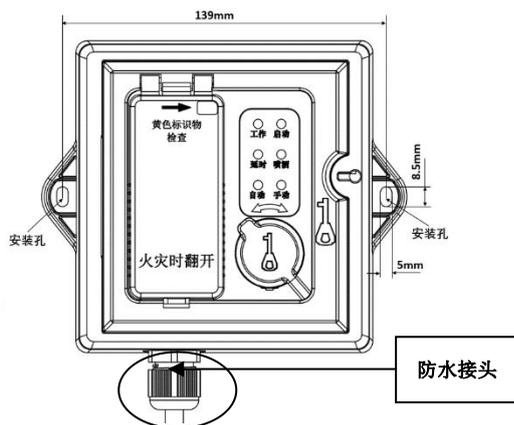

图 1-42 安装示意图
1. 转换装置采用壁挂式安装，通过 2 个 $\varnothing 8$ 的塑料胀钉将装置整体安装固定在墙体上。安装孔位置和安装孔距图 1-42 所示。